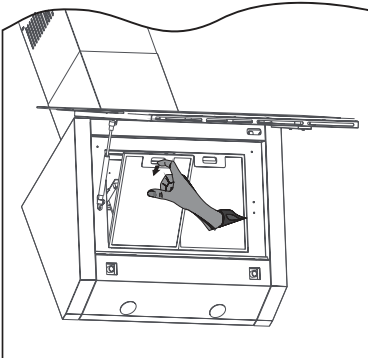

Abb. 9: Metallfettfilter entnehmen, bzw. einsetzen
- Griffleiste des Metallfettfilters nach unten drücken (⇒ Abb. 9).
- Zum Wiedereinsetzen den trockenen Metallfettfilter unten mit den Laschen einsetzen, Griffleiste drücken, Filter nach hinten in den Rahmen einsetzen und Griffleiste loslassen, damit der Filter in den Rahmen einrastet (⇒ Abb. 9).
Um die Aktivkohlefilter einzusetzen, muss zuerst der Metallfettfilter entfernt werden (⇒ Abb.9 + 10).